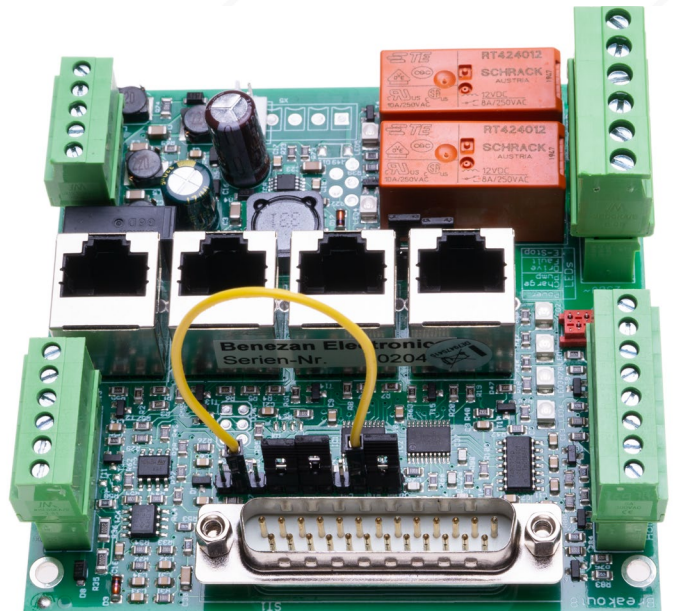

Bild 10: Jumperung für die Verwendung mit EdingCNC
- Die Jumper des Advanced Interface Pro müssen gesetzt werden, wie auf der nächsten Seite in Bild 10 beschrieben.
- 2-9, 4-5, 6-7, 10-11 (siehe Bild 10)